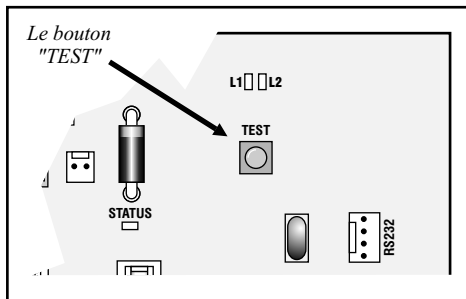

Figure 27 Le Bouton "TEST"
- Appuyez et maintenez le bouton TEST (Fig.27) jusqu'au premier clignotement de L1 et relâchez. L2 s'éteindra et L1 clignotera maintenant toutes les secondes.